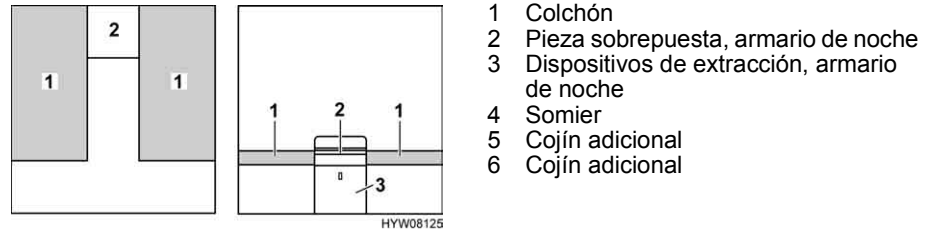

Fig. 81 Antes de la transformación
- Quitar la pieza sobrepuesta del armario de noche (Fig. 81,2) y depositarla a un lado.